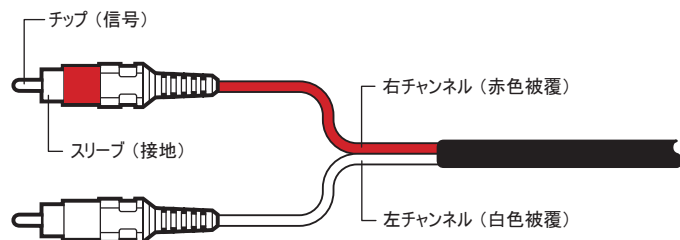

図 2-15 RCA ピンジャック
- ④ 音声入力 (RCA ピンジャックと AAP モデル) – アンバランスステレオ音声ソースをこれらの L (左) と R (右) の RCA コネクターに接続します。図 2-15 を参照してください。